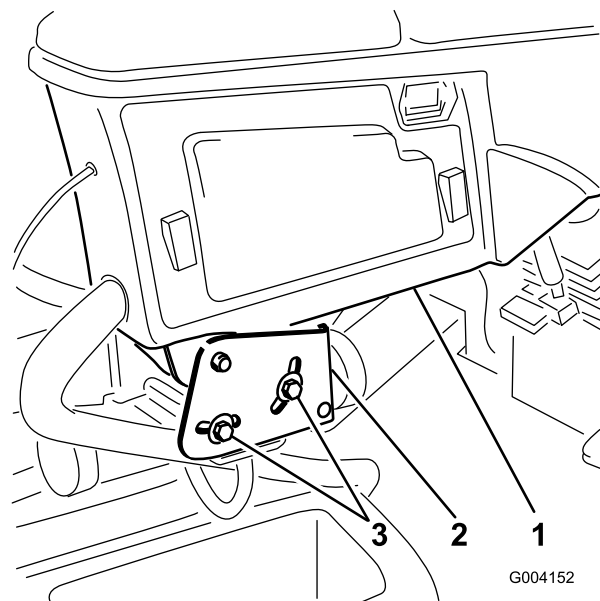

Bild 3
1. Lösen Sie die zwei Schrauben, mit denen der Steuerarm an der Befestigungshalterung befestigt ist (Bild 3).